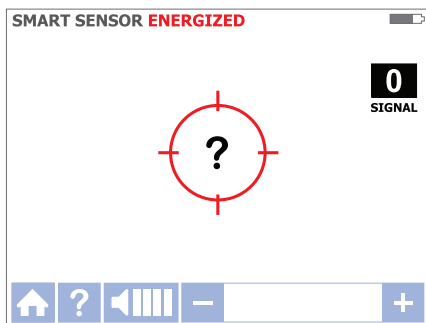

Figura 3.1c
3. Sostenga el receptor con el sensor inteligente en la parte posterior de la unidad con orientación hacia el área de destino. Si en la pantalla destella un signo "?" en un destino rojo, entonces no se detecta la señal. Mueva el sensor inteligente más cerca del área de destino hasta que se detecte la señal y vea una flecha direccional. Si no se detecta la señal, aumente la sensibilidad con el botón "+" del receptor. (Consulte la Figura 3.1c).\*